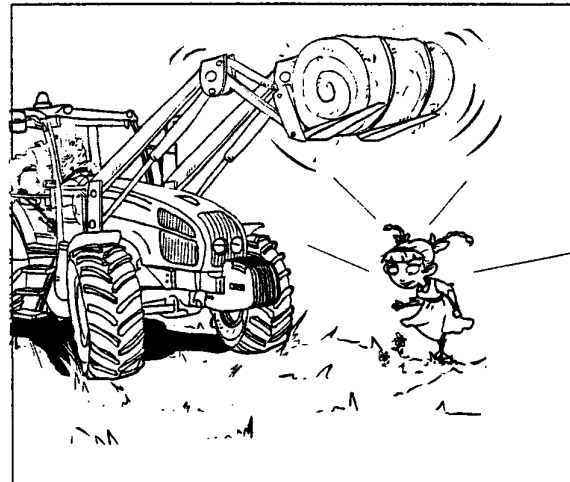

Fig.2-17
¡ *ATENCIÓN: NO eleve nunca una carga por encima de una persona (Fig. 2-17).*
- Mantenga otras personas lejos de la zona de maniobra. No permita que nadie permanezca ni pase bajo un apero alzado (Fig. 2-17).